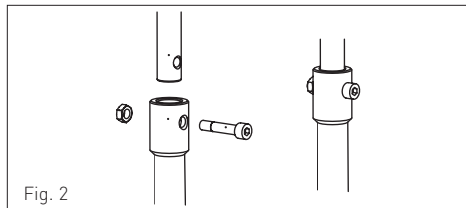

Fig. 2
- (1) Coloque a broca no encaixe.
- (2) Insira o parafuso e bloqueie com a porca (Fig.2).